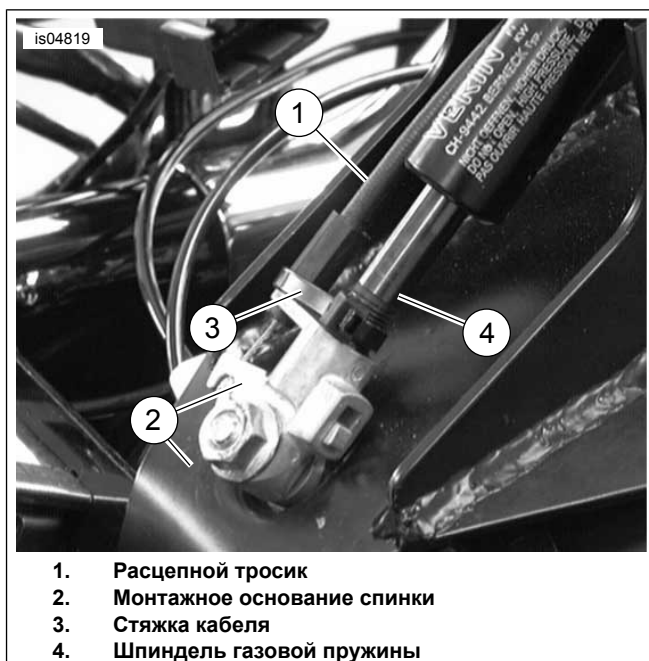

Рисунок 6. Прикрепление тросика к монтажному основанию спинки
12. Рисунок 6 Прикрепите расцепной тросик (1) к монтажному основанию спинки (2), как показано на рисунке. Тщательно закрепите тросик на шпинделе газовой пружины (4) с помощью приложенной стяжки кабеля (3). Не допускайте чрезмерной затяжки стяжки кабеля.